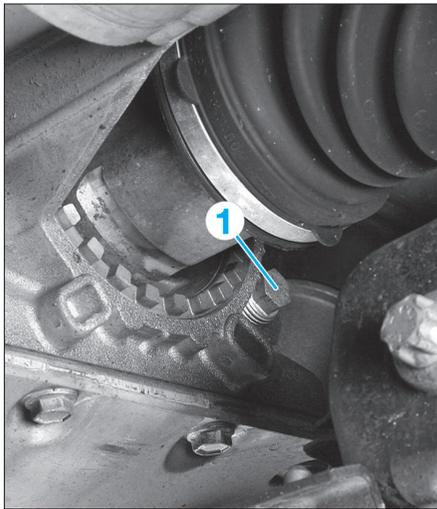

FIG. 1
- Déposer le bouchon de contrôle d'huile (1) (Fig.1).